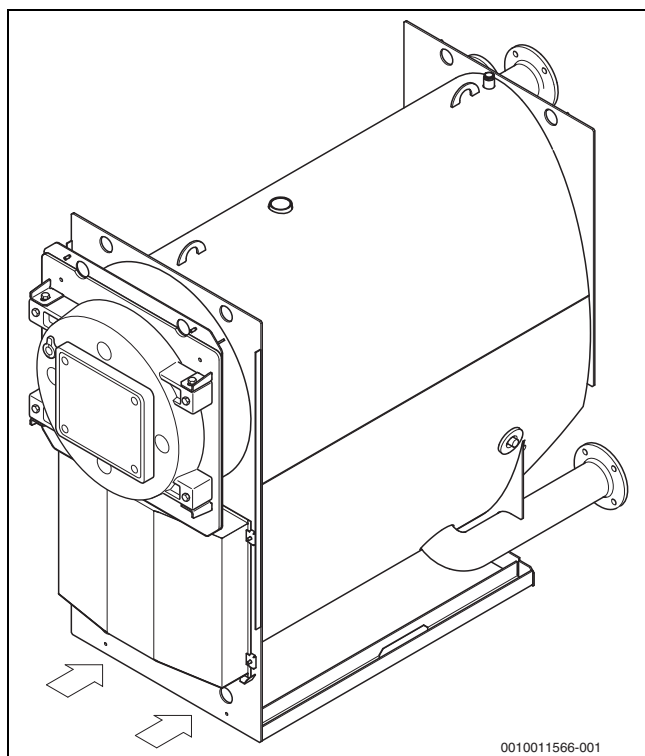

Рис. 5 Транспортировка котла вилочным погрузчиком
- ▶ Подвести вилы вилочного погрузчика под переднюю и заднюю стенки котла (→ рис. 5, стр. 13). Медленно поднимите котёл вилочным погрузчиком.